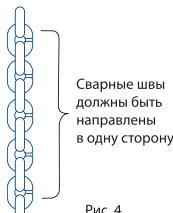

Рис. 4
- Проверьте, чтобы цепь у нижнего крюка не перекручивалась. Все сварные швы должны быть направлены в одну сторону (рис. 4).